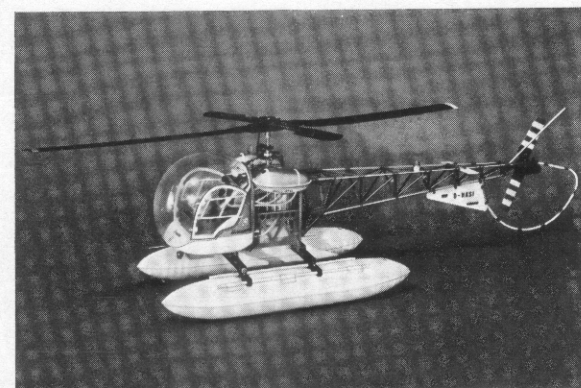

Abb. 3
Damit sich die Buchen-Rundhölzer (1) bei stärkerer Beanspruchung nicht innerhalb der Taschen verschieben können, diese zusätzlich mit Klebeband sichern. (Liegt nicht bei.) Die Abb. 3 zeigt BELL 47 G mit montierten Schwimmern.